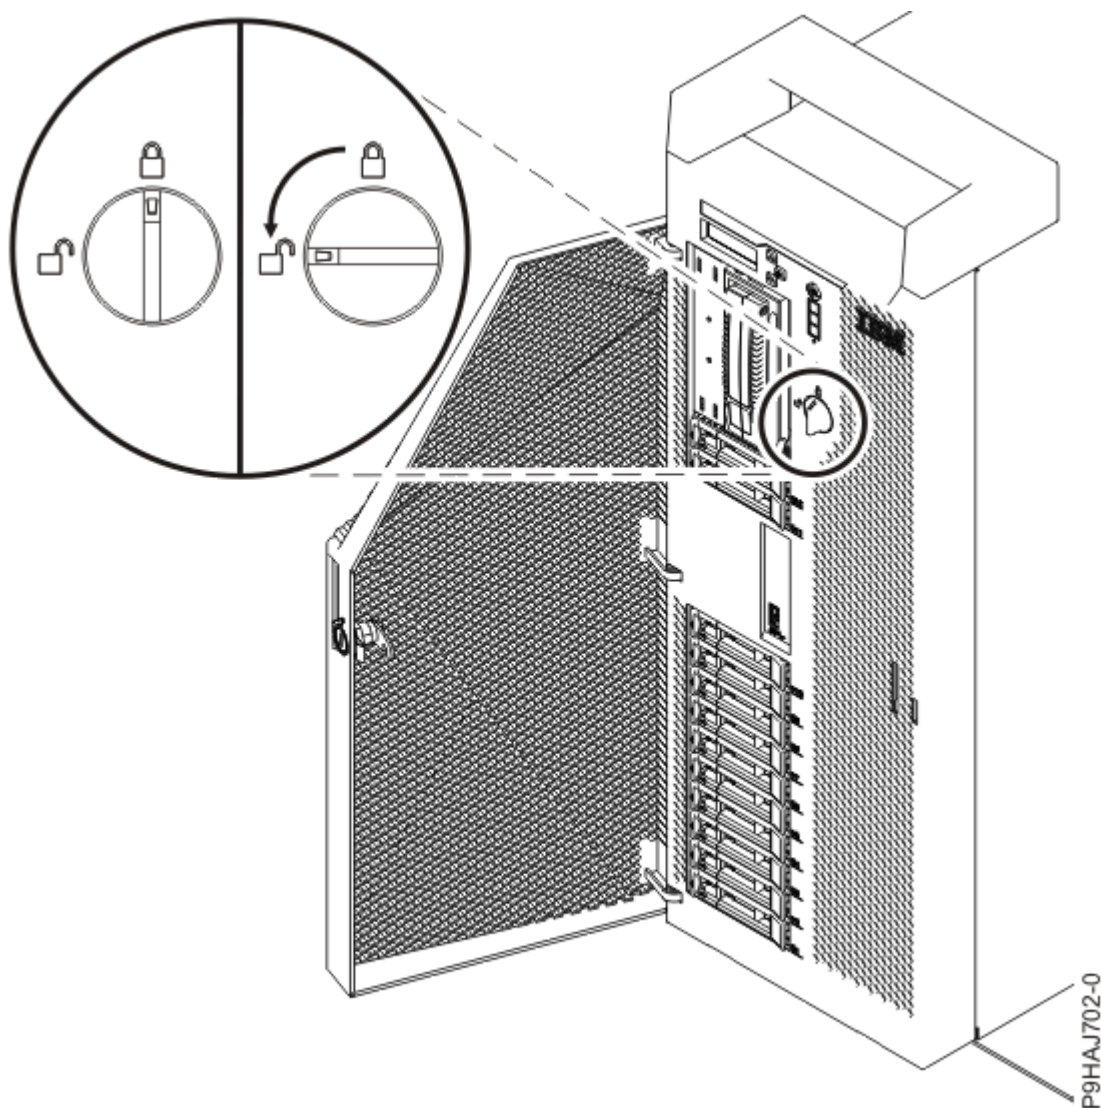

Figure 39. Ouverture du loquet de couvercle avant
- c) Tournez le loquet du couvercle vers la gauche (dans le sens contraire des aiguilles d'une montre) afin de déverrouiller le loquet, comme illustré dans la Figure 39, à la page 41. Vertical correspond à la position verrouillée ; horizontal correspond à la position déverrouillée.